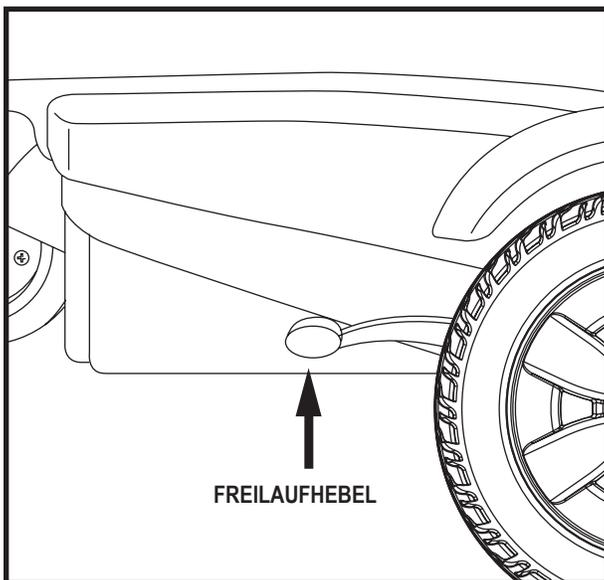

Bild 7. Fahrmodus (Antrieb aktiviert)
2. Ziehen Sie beide Hebel nach oben, um die Antriebsmotoren einzukuppeln (Fahrmodus). **Siehe Bild 7.**
2. Stellen Sie sicher, dass sich der Elektrorollstuhl im Fahrmodus befindet. **Siehe Bild 7.**